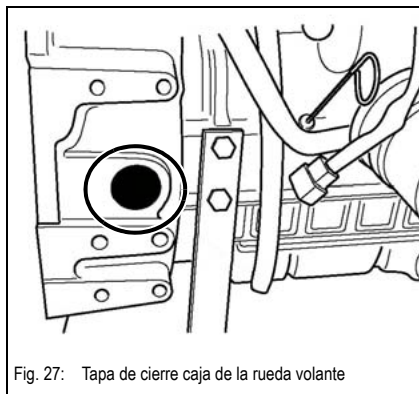

Fig. 27: Tapa de cierre caja de la rueda volante
- ☞ Quitar la tapa de cierre de la caja de la rueda volante, ver Fig. 27